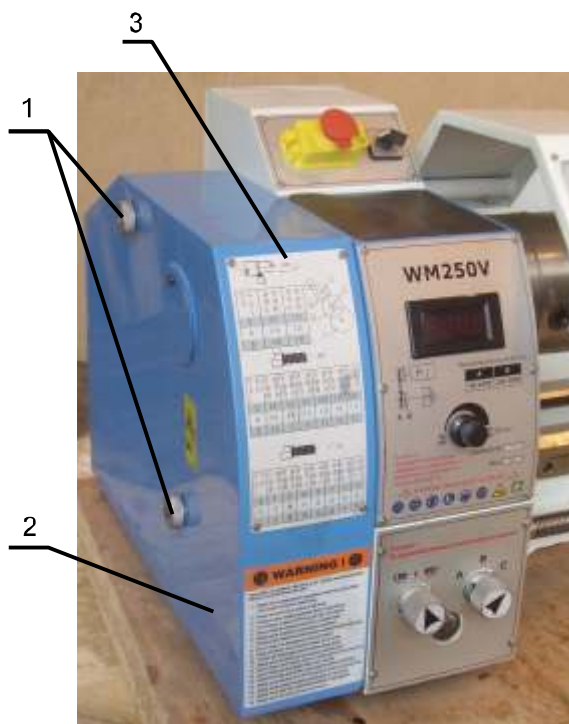

Рисунок 13
- Отвинтите две гайки 1 (рисунок 13) и снимите защитный кожух 2 (рисунок 13).
Используйте таблицу резьб и подач 3 (рисунок 13), имеющуюся на станке, для выбора подачи или шага резьбы. Подберите передаточные зубчатые колеса в последовательности, необходимой для получения нужной подачи или шага резьбы, если имеющаяся регулировка не соответствует требусмой.
- Сверните две гайки 1 (рисунок 13) и снимите защитный кожух 2 (рисунок 13).